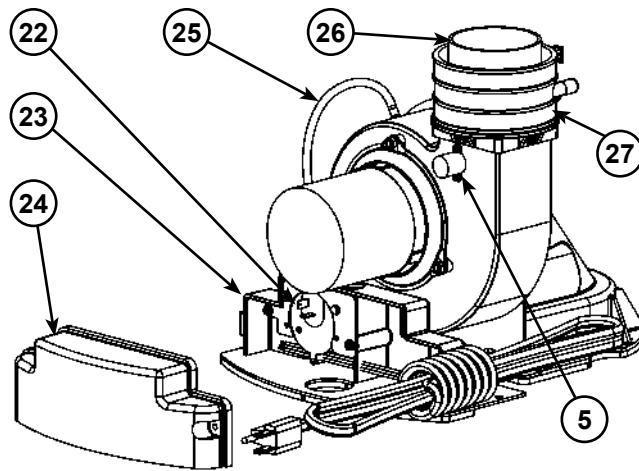

Figure 9
5. Limiteur de température (voir Figure 9)
21. Soufflerie et cordon d'alimentation (Figure 9)
22. Pressostat (dans la boîte de jct, Figure 9)
23. Boîte de jonction (Figure 9)
25. Tube du pressostat (Figure 9)